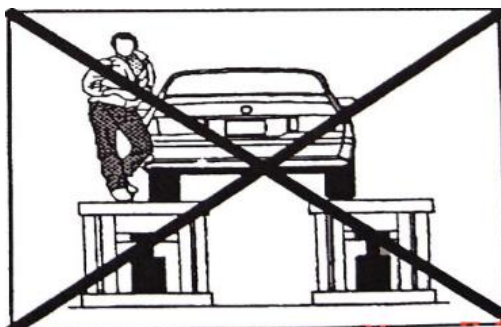

Fig. 9
- Asigurați-vă că nu sunt oameni pe platforme în timpul mișcărilor în sus și în jos, precum și în timpul staționării (**Fig. 9**).